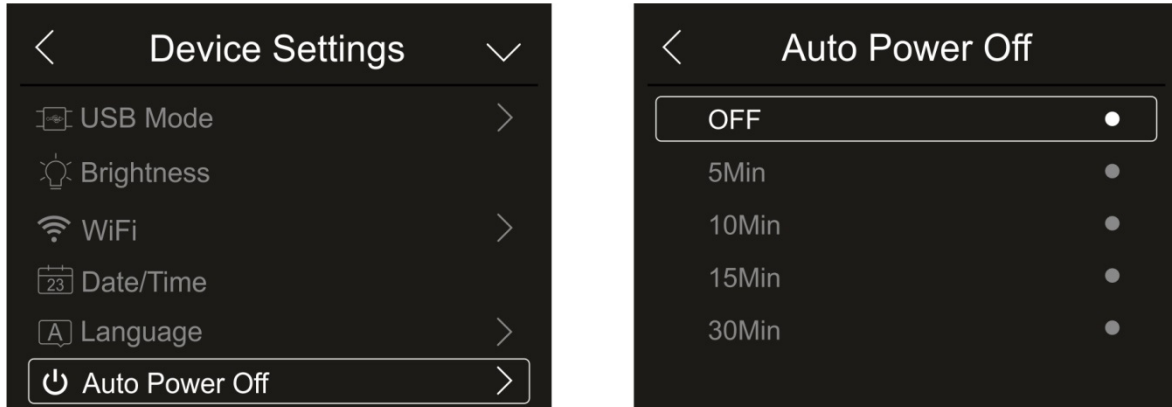

Fig. 18: Réglage de la mise hors tension automatique
1. Touchez l'élément «Auto Power Off» pour régler le temps de mise hors tension automatique de l'instrument. La page-écran de la Fig. 18 – partie droite s'affiche à l'écran :